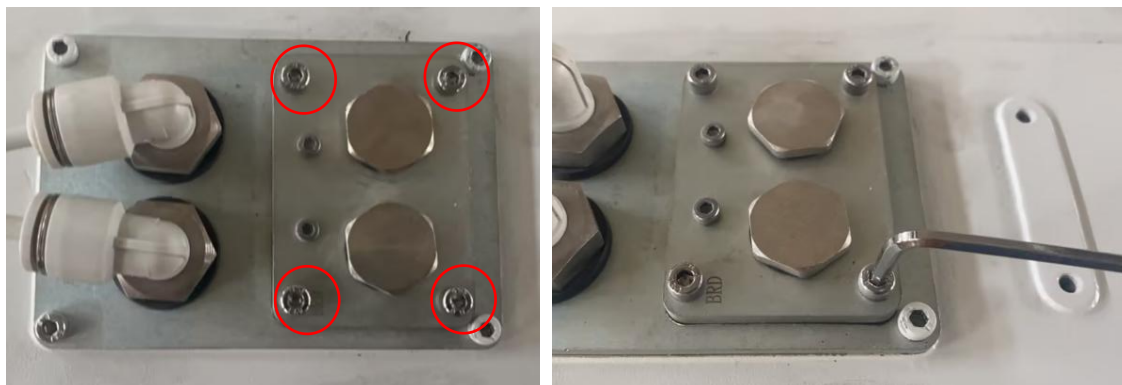

图 3-15 I/O 顶盖螺钉拆卸示意图
1) 拆除图 3-15 所示螺钉（4-M4x8），使用工具：M4 内六角扳手。